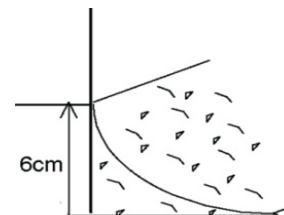

Fig. 4
6. Sandvold på indersiden af poolen (fig.4)